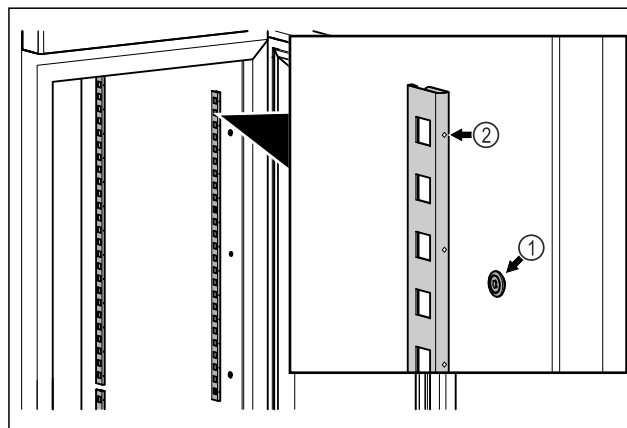

Fig. 81 Reprezentare exemplificativă
- ▶ Acroșați barele de prindere în sistemul de suspendare Fig. 81 (1). Marcajul Fig. 81 (2) trebuie să fie orientat spre înaintea.